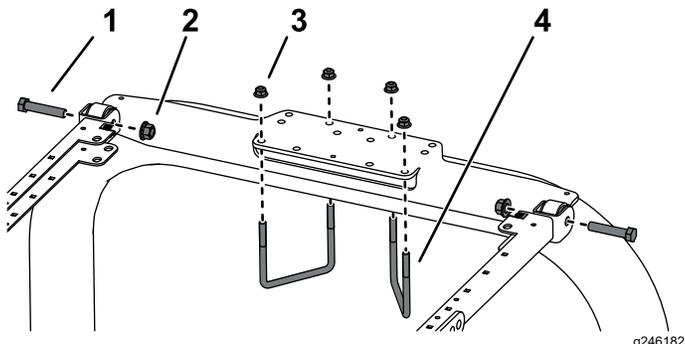

図 3
1. ROPS 取り付けブラケットを、トラクションユニット ROPS の上部にセットする 図 3。
2. ROPS 取り付けブラケットにフレームアセンブリを取り付ける 図 3。
3. 図 3 に示されている取り付け穴を利用して、ROPS 取り付けブラケットを ROPS 上部に取り